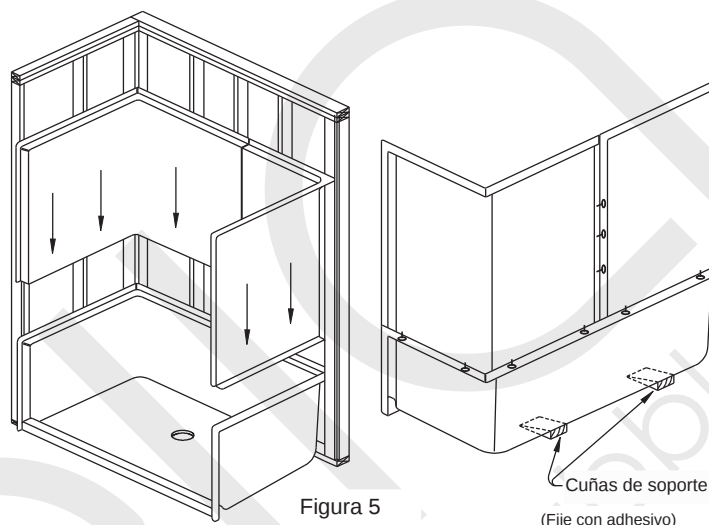

Figura 5
1. Instale el conjunto de desagüe y/o rebosadero en la unidad siguiendo las instrucciones del fabricante del desagüe. Coloque cuñas de soporte bajo el borde trasero y fíjelas. Coloque la unidad base en el lugar de instalación. Nivele la unidad. Deben usarse como mínimo dos calzas para un soporte adecuado. (Vea la Figura 5). Vuelva a comprobar el nivel y fije la base a los montantes del entramado con tornillos galvanizados 6D.
3. Coloque las paredes sobre la base alineando los orificios con los pasadores. En las unidades de tres y cuatro piezas, instale primero la pared izquierda. Repita lo mismo con la pared derecha. Presione todas las juntas entre sí para asegurar un ajuste firme. Limpie el exceso de sellador. Vea la Figura 5